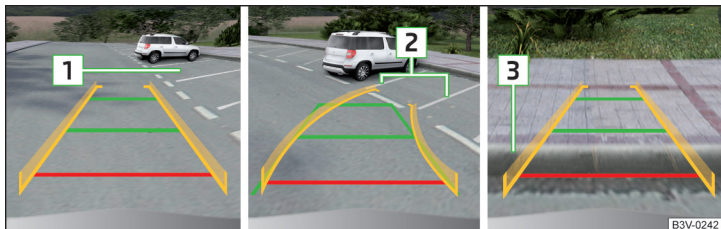

Fig. 279 Afișarea pe ecran
- ▶ Treceți încet pe lângă spațiul de parcare ales 1 » fig. 279 și opriți autovehiculul.